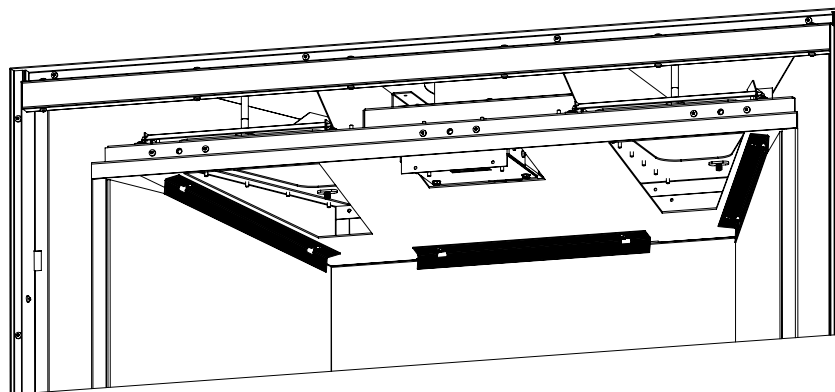

Figure 78: Retenues de Doublure
Étape 3. Retirez les dispositifs de retenue de la chemise un à la fois en utilisant une douille 5/16. Les vis doivent seulement être desserrées, pas complètement enlevées, car les dispositifs de retenue sont fendus. Retirez d'abord les doublures latérales, puis l'arrière (voir Figure 78).